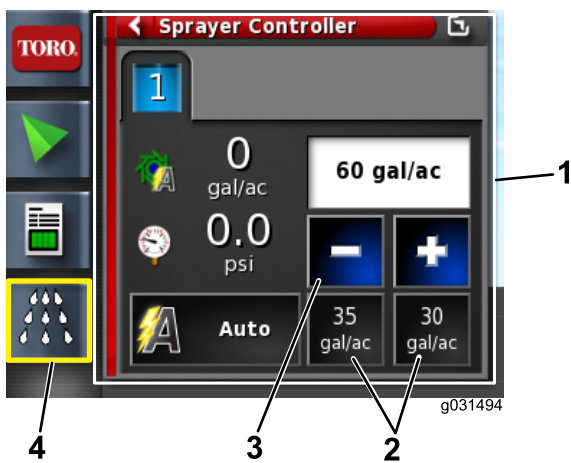

Рисунок 129
4. Если норма выбрана неправильно, измените ее, для этого нажмите на значки предустановленной нормы внесения, на значки уменьшения или увеличения для пошагового изменения нормы внесения или выберите позицию текущей нормы и введите норму внесения с помощью клавиатуры на экране (Рисунок 129 и Рисунок 130).